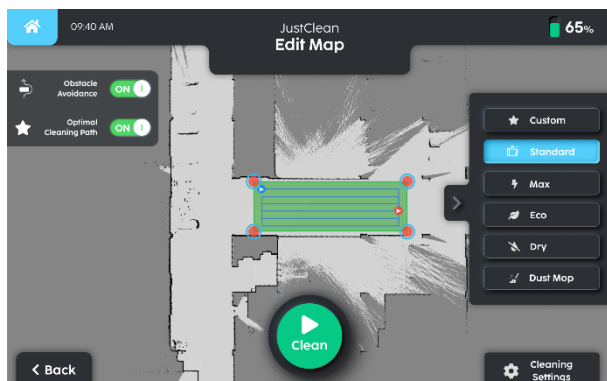

Fig. 13
4. L'utilisateur peut ajuster les zones de nettoyage ou modifier les paramètres de nettoyage pour la carte (Fig 13).